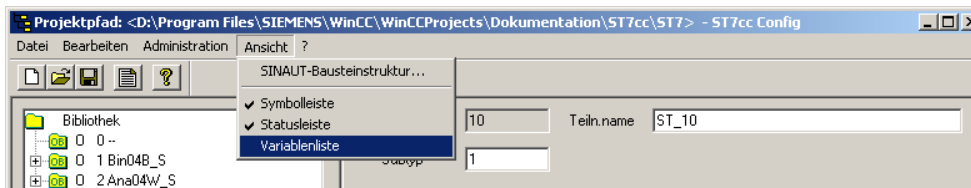

Bild 4-82 Fenster *ST7cc Config*
1. Selektieren Sie in der Menüleiste die Schaltfläche *Ansicht* und öffnen Sie das Auswahlmnü (siehe Bild 4-82).